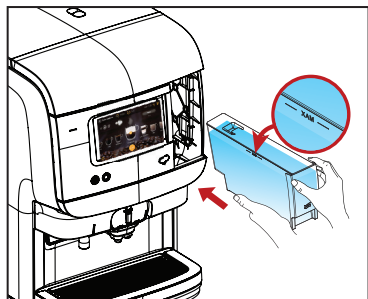

Abb. 4
4. Den Wassertank bis zur MAX-Markierung mit frischem sauberen Wasser auffüllen und in das Gerät einsetzen (siehe Abbildung 4).